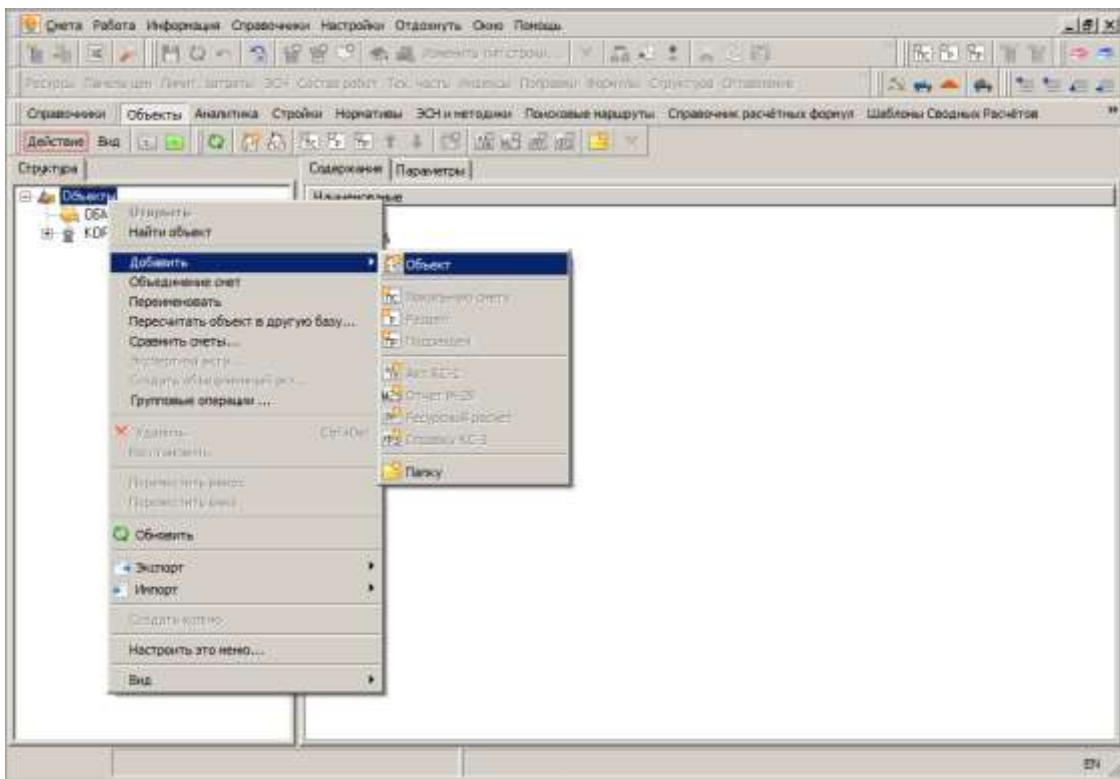

Рис. 2. Создание объекта с помощью контекстного меню
- щелкните правой кнопкой мыши по справочнику Объекты в Менеджере и в контекстном меню выберите пункт Добавить -> Объект (см. рис. 2);
- нажмите на кнопку Действие и выберите пункт Добавить -> Объект (см. рис. 2).